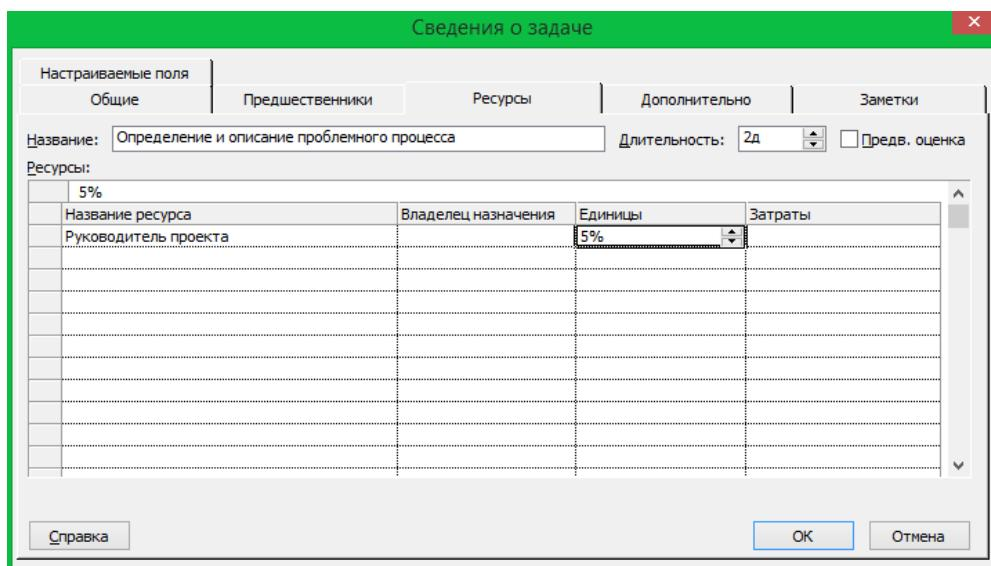

Рис. 3.5. Назначение ресурсов в диалоговом окне «Сведения о задаче»
- В диалоговом окне *Сведения о задаче*: на вкладке *Ресурсы* заполните таблицу *Ресурсы*: в колонке *Название ресурса* выберите нужный ресурс (в выпадающем списке) и при необходимости укажите его единицы назначения; нажмите кнопку *OK* (рис. 3.5).